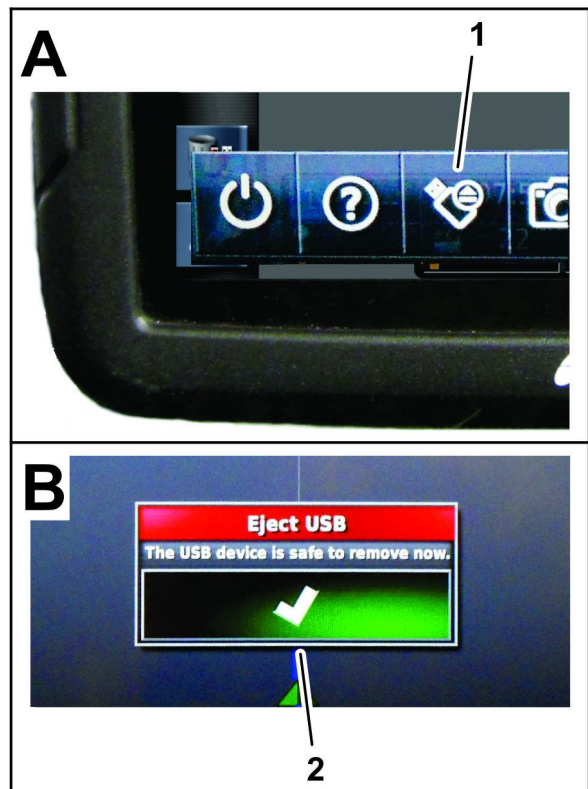

Bild 23
4. Wischen Sie auf dem Bildschirm der Steuerkonsole von unten nach oben, um auf die schwebende Menüleiste zuzugreifen (Bild 23).
5. Tippen Sie auf das Symbol für den USB-Auswurf (Bild 23).
6. Tippen Sie im Dialogfenster USB auswerfen auf das Bestätigen-Symbol und entfernen Sie das USB-Speichermedium von der Steuerkonsole (Bild 23).